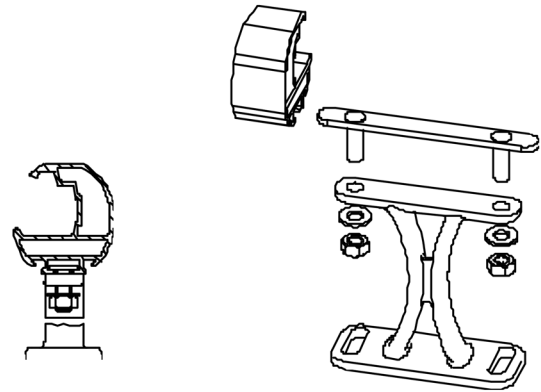

Bild 4.1.1
- Befestigungsschlitten mit Stützfuß und, wenn vorhanden, Schlitten für die Distanzrohrbefestigung in der richtigen Reihenfolge in die Nut des Transportprofils schieben (Bild 4.1.1)